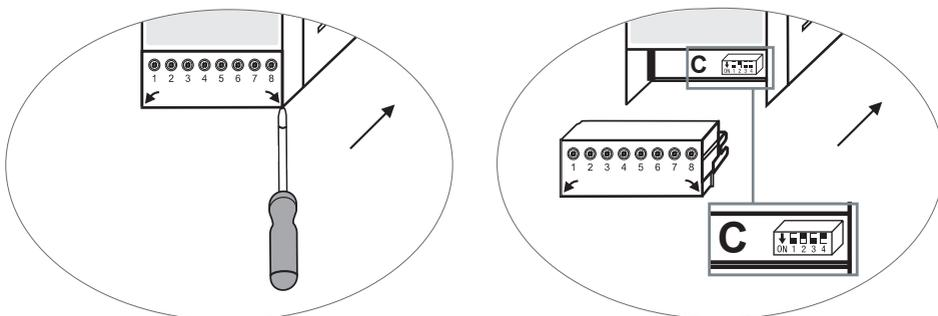

Fig. 5
- Remova a tira de terminais inferior (Fig. 5).